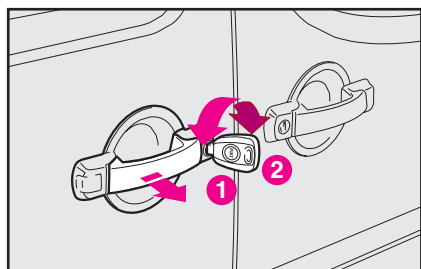

рис. 110
**Чтобы открыть дверь:** поверните ключ в положение 2 (рис. 110), потяните ручку в направлении, указанном стрелкой, и сдвиньте дверь назад до фиксации.
**Чтобы закрыть дверь:** сдвинуть дверь вперед за наружную ручку. Поверните ключ в положение 1 (рис. 110).
**Чтобы открыть дверь:** потянуть ручку в направлении, указанном стрелкой (рис. 110), и передвинуть дверь назад.
**Чтобы закрыть дверь:** потянуть ручку в направлении, указанном стрелкой (рис. 110), чтобы освободить фиксатор, и сдвинуть дверь вперед.